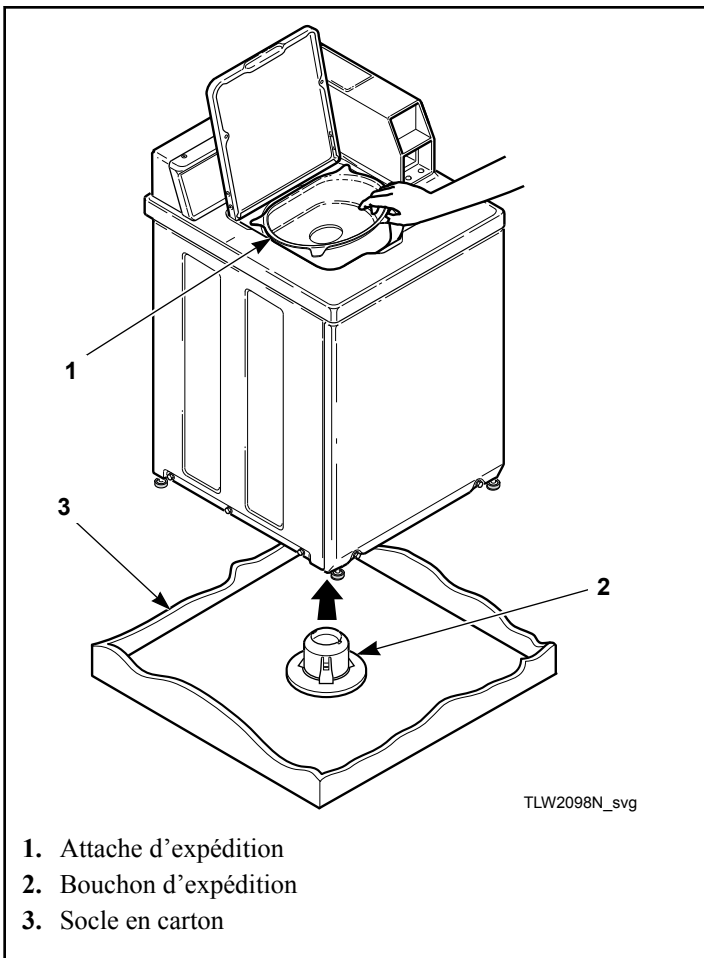

Figure 2
2. Le bouchon d'expédition sera enlevé du socle du lave-linge lorsque vous retirerez son socle en carton. Se reporter à la Figure 2.